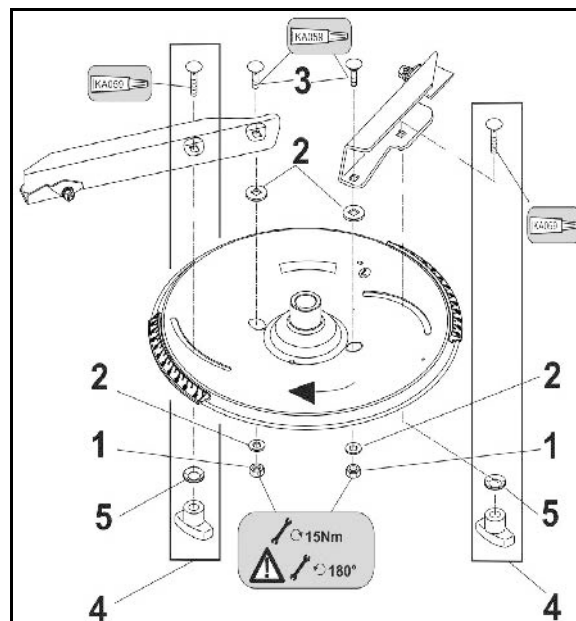

Fig. 93
Acordați neapărat atenție montajului corect al paletelor de împrăștiere! Latura deschisă a paletelor de împrăștiere în formă de U este orientată în sensul de rotație (Fig. 93/5).
10. Strângeți cu mâna piulița-fluture a îmbinării filetate cu demontare rapidă (Fig. 93/4) (fără scule).